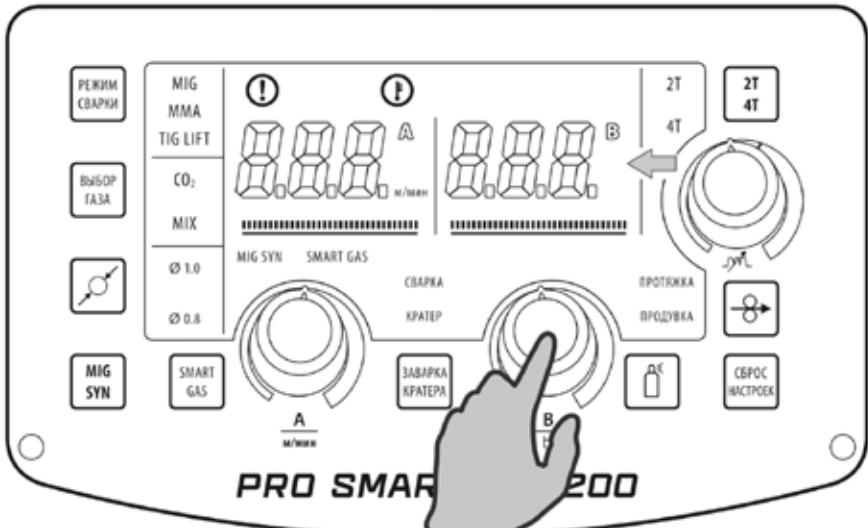

Рис. 10.1.3. Регулятор Arc Force.
4. Установите значение Arc Force (см. рис. 10.1.3).
Arc Force рекомендуется применять при сварке покрытыми электродами на малых токах (см. рис. 10.1.3). Регулятором выставите значение на 15-20% больше от основного тока (см. табл. 7.0.2, поз. 9).